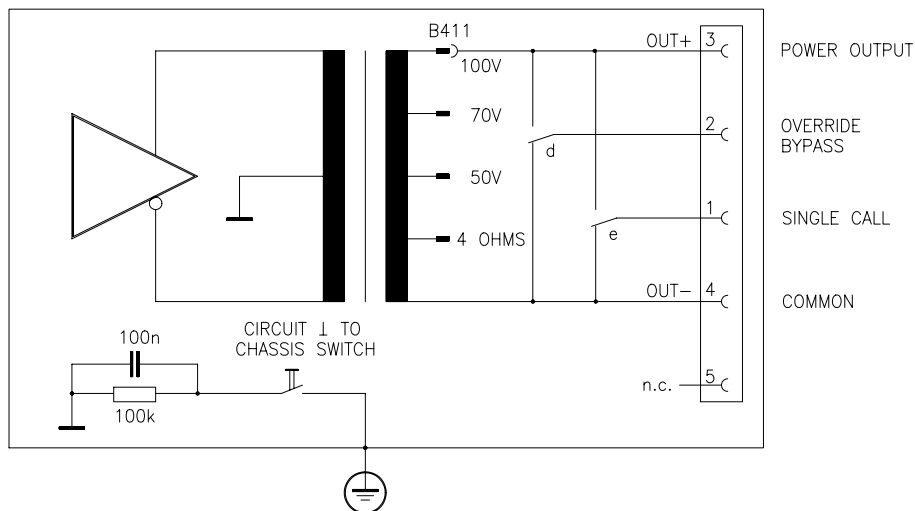

figure 3 Connexion de la sortie de puissance
Si la longueur de ligne entre l'amplificateur et les haut-parleurs dépasse 50 m, il est recommandé de faire fonctionner les systèmes de haut-parleurs en utilisant des transformateurs 100V : les pertes en ligne seront réduites et il sera plus facile de répartir la puissance de sortie. Il est ainsi possible de connecter un maximum de systèmes de haut-parleurs jusqu'à ce que la puissance totale de consommation du réseau complet de haut-parleurs soit égale à la puissance de sortie de 200W (impédance de connexion de 50 ohms) avec le DPA 4120, et 400W (impédance de connexion de 25 ohms) avec le DPA 4140. La connexion est effectuée en utilisant la sortie 100V (17) (voir aussi la figure 3). Dans quelques cas particuliers, il est aussi possible de faire fonctionner les systèmes de haut-parleurs avec une tension de sortie de 70V ou 50V (voir aussi le paragraphe 7).
En association avec le PROMATRIX Manager DPM 4000 ou tout autre système de contrôle externe il est aussi possible de transmettre des appels simples ou collectifs avec réception obligatoire; c'est-à-dire avec prioritaires sur les éventuels réglages de niveaux des systèmes de haut-parleurs. Pour les détails sur la manière de connecter les sorties, veuillez vous référer à la figure 3; pour la connexion des relais, veuillez vous reporter au paragraphe 5.6 ainsi qu'au livret PROMATRIX.
Commuter la sortie sur 4 ohms permet la connexion de systèmes de haut-parleurs basse impédance (4 à 16 ohms) (voir aussi le paragraphe 7 et la figure 3). Comme il se produit une perte en ligne, la distance entre l'amplificateur et le système de haut-parleurs ne doit pas dépasser 50 m. Il faut veiller à ce que l'impédance totale des haut-